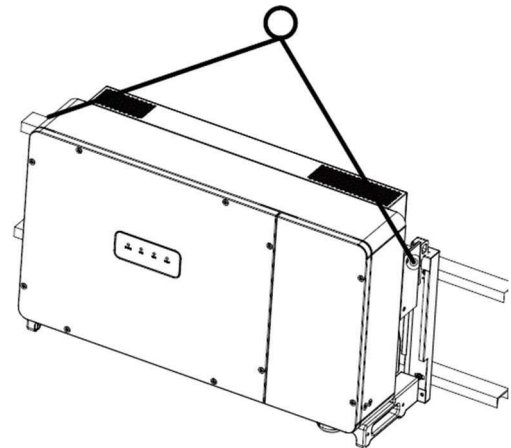

Fig. 3-14 Elevación del inversor
- Método de elevación: Apriete dos cáncamos de elevación M10 (proporcionados por el cliente) en los orificios para tornillos situados a ambos lados del inversor y utilice una eslinga o una barra de suspensión (insertada a través de los dos cáncamos de elevación) para elevar el inversor hasta el soporte de montaje. El ángulo entre las dos eslingas debe ser inferior a 90 grados; consulte la Fig. 3-14.